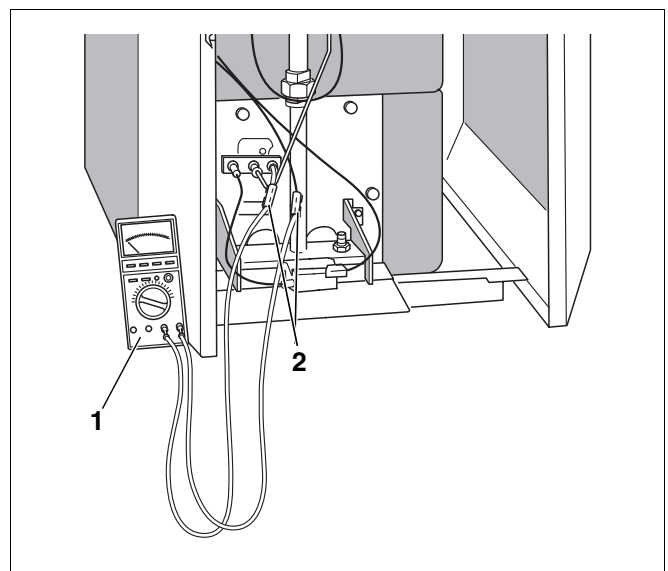

Abb. 41 Ionisationsstrom messen
- Messgerät (Abb. 41, **Pos. 1**) an den Kontakten der aufgetrennten Steckverbindung des Überwachungskabels (Abb. 41, **Pos. 2**) in Reihe anschließen.
- Am Messgerät (Abb. 41, **Pos. 1**) den μA -Gleichstrombereich wählen.
- Steckverbindung des Überwachungskabels (Abb. 41, Seite 40, **Pos. 2**) wieder zusammenstecken.